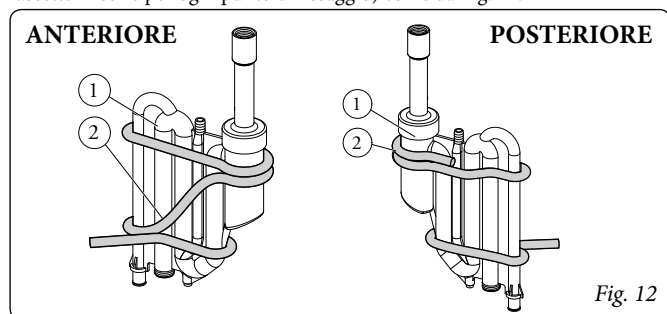

Fig. 12
Montaggio cavo scaldante interno unità interna (Fig. 12).
Avvolgere il cavo scaldante (2) attorno alla parte inferiore del sifone (1) per 2 giri, fissarlo quindi in 2 punti con le fascette presenti all'interno del kit (usare 2 fascette in serie per ogni punto di fissaggio) come da Fig. 12.
Assembling the heating cable inside the indoor unit (Fig. 12).
Wrap the heating cable (2) around the lower part of the siphon (1) 2 times. Then secure it in 2 points with the zip ties in the kit (use 2 ties in series for each fastening point) as shown in Fig. 12.